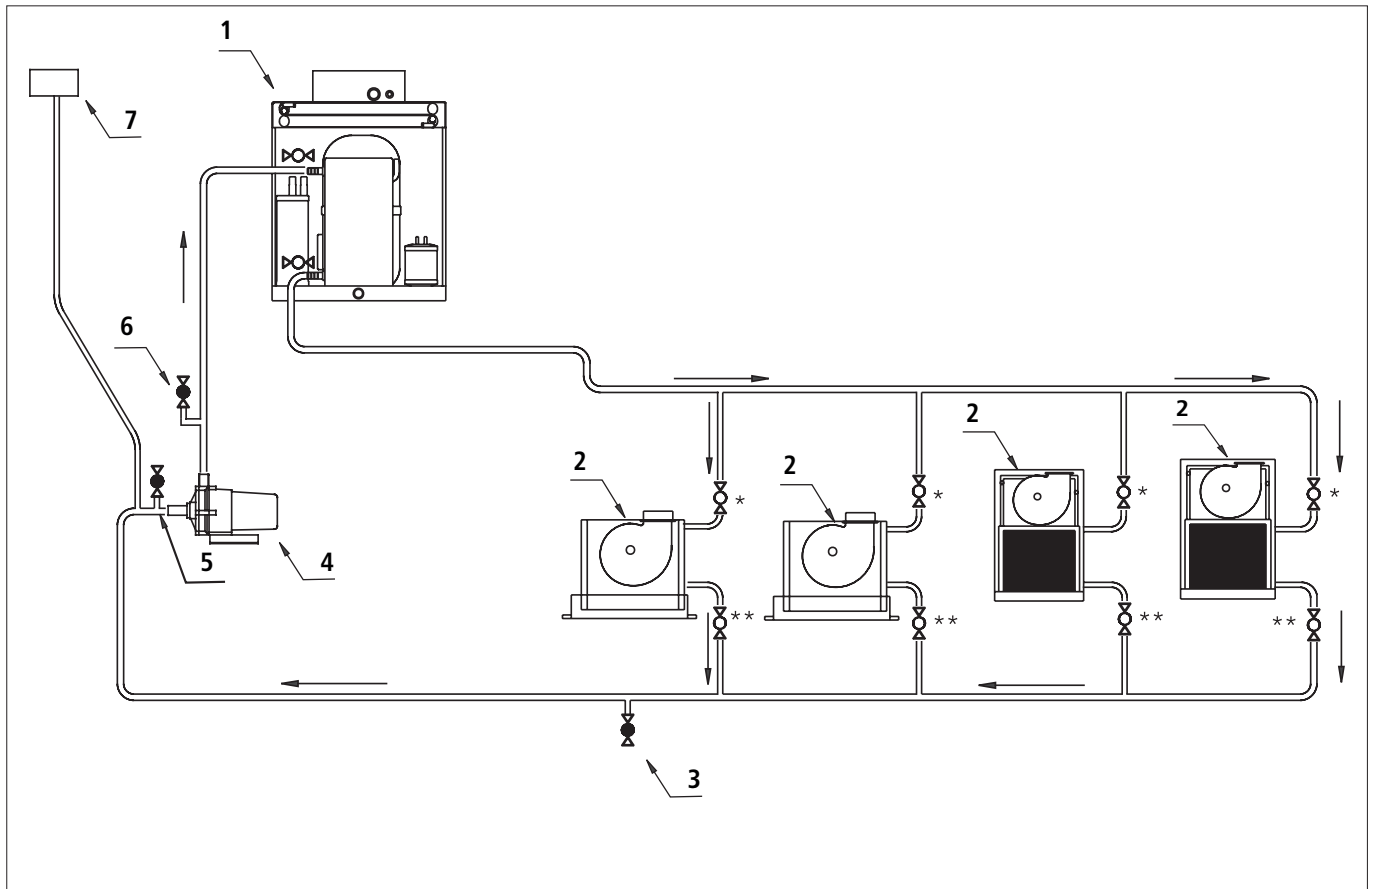

Abb.8 Beispiel Kaltwasserkreislauf offenes System: 1 Chiller-Einheit und 4 Gebläsewärmetauscher
► Kaltwasserleitungen gemäß Abb.8 oder Abb.23 einbauen.